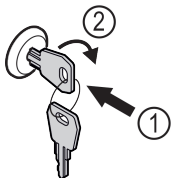

Fig. 94
- ▶ Пъхнете ключа Fig. 94 (1).
- ▶ Завъртете го на 90° по посока на часовниковата стрелка Fig. 94 (2).